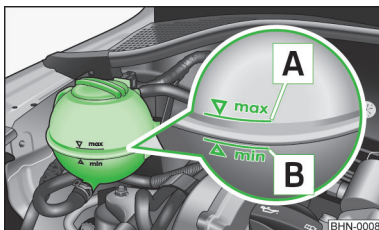

Fig. 116
La denominación del líquido refrigerante se encuentra en el depósito de compensación del líquido refrigerante » fig. 116 de la página 141.
- No rellenar el depósito de líquido refrigerante por encima de la marca  » fig. 116 de la página 141.
**Depósito de compensación del líquido refrigerante » fig. 116**
» Comprobar el nivel de líquido refrigerante en el depósito de compensación del mismo » fig. 116.
Cuando el motor está caliente, el resultado de verificación puede ser inexacto. El nivel también puede estar sobre la marca **A** » fig. 116.